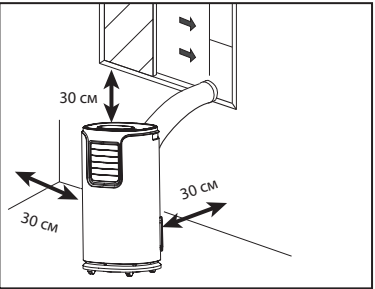

Рис. 11
4. Для эффективной работы прибора соблюдайте свободное расстояние 30 см от стенок прибора (см. рис. 11).